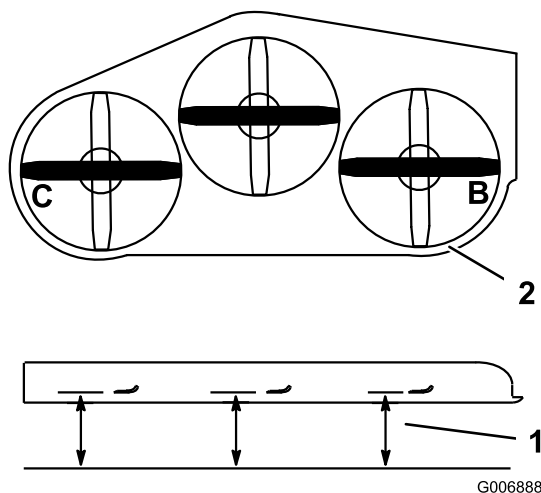

Bild 83
3. Stellen Sie die Schnittmesser in Querrichtung. Messen Sie von einer ebenen Fläche bis zu den Stellen **B** und **C** an den Schnittkanten der Messerspitzen (Bild 83).